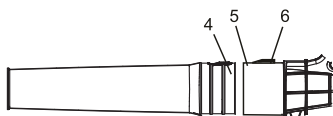

Fig. 4
3. Glissez la grande extrémité de la section arrière de la buse (4) sur l'entrée d'air du souffleur/balai (5) (Fig. 4).
4. Pousser fermement la section arrière de la buse sur l'entrée d'air du souffleur/-balai jusqu'à ce que le bouton de dégagement de la buse (6) « s'enclenche » pour verrouiller l'assemblage de la buse sur l'entrée d'air du souffleur/balai.